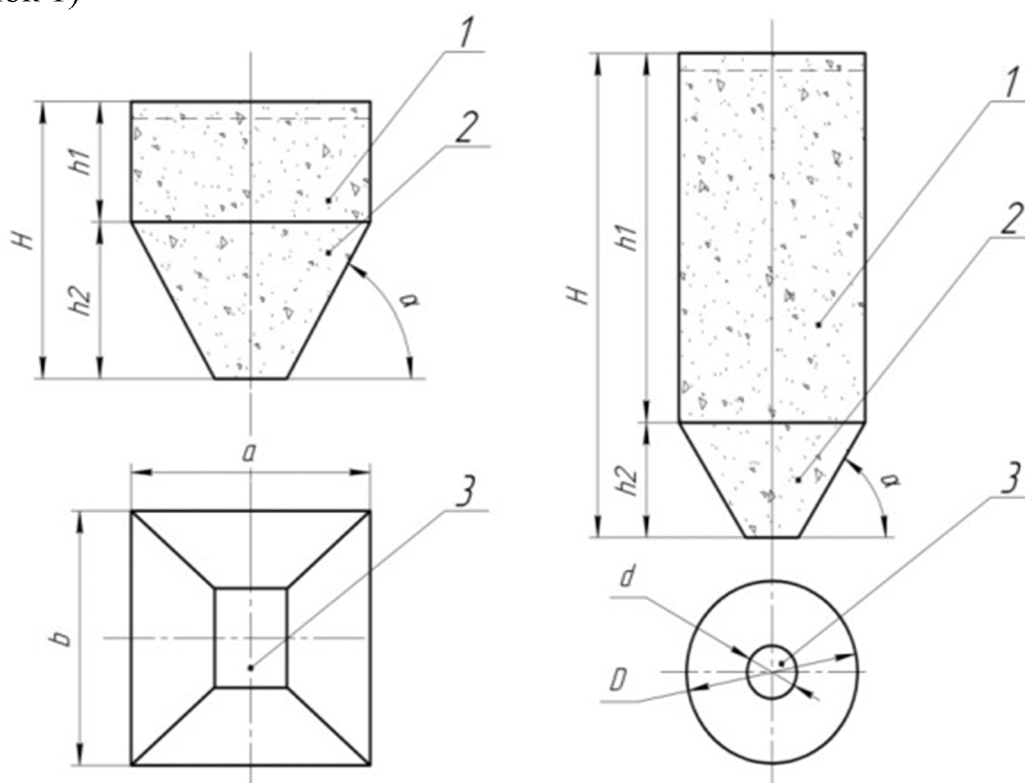

Рисунок 1 - Схемы прямоугольного бункера и круглого силоса
- 4 Изобразить схемы прямоугольного бункера и круглого силоса (рисунок 1)
Высота верхней части бункера значительно меньше, чем у силоса (см. рисунок 1)